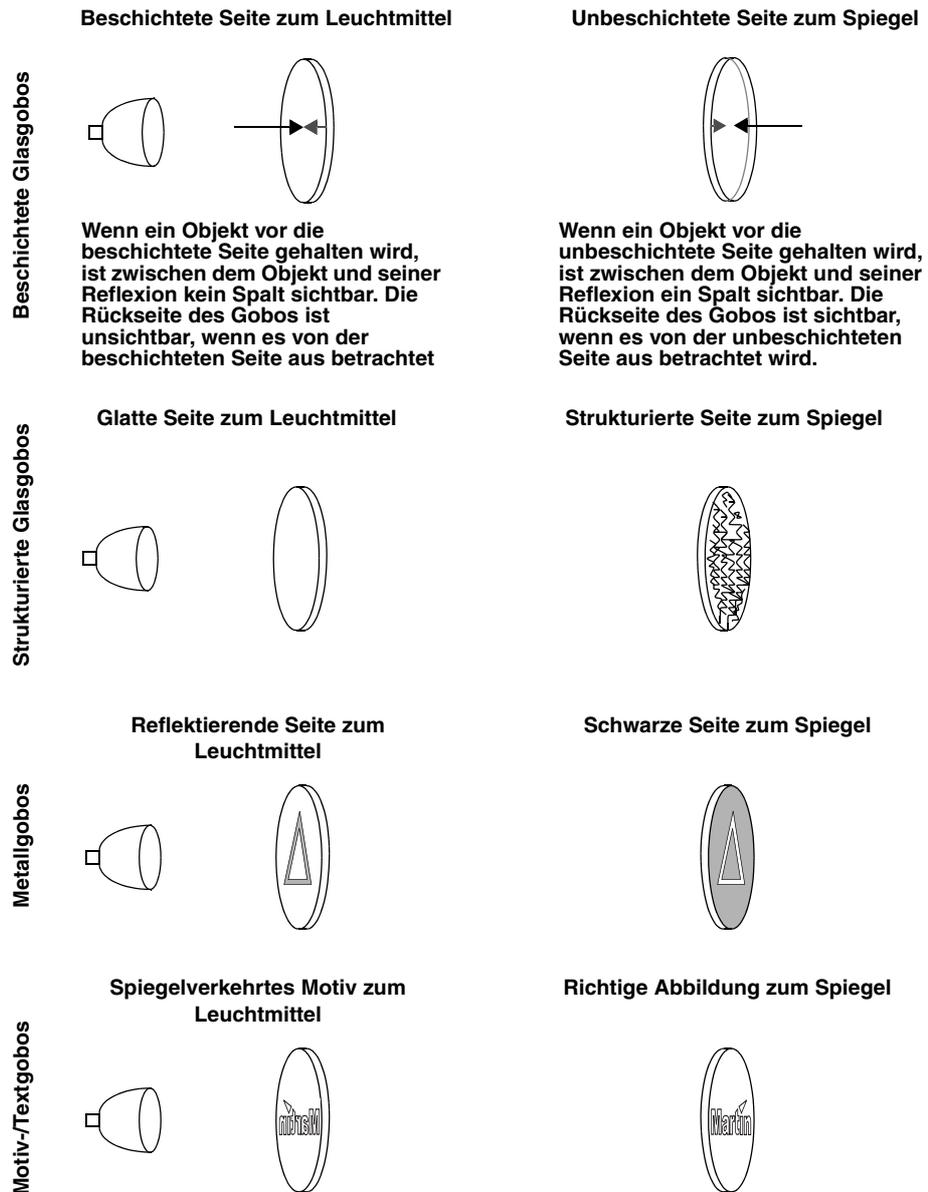

Bild 6: Gobo-Orientierung
- 4 Legen Sie das Gobo richtig herum (siehe Bild 6) in die Fassung und montieren Sie die Haltefeder.
Bild 6 zeigt die korrekte Orientierung der verschiedenen Gobotypen. Wenn Zweifel bestehen, sollten Sie die stärker reflektierende Seite zum Leuchtmittel hin montieren.